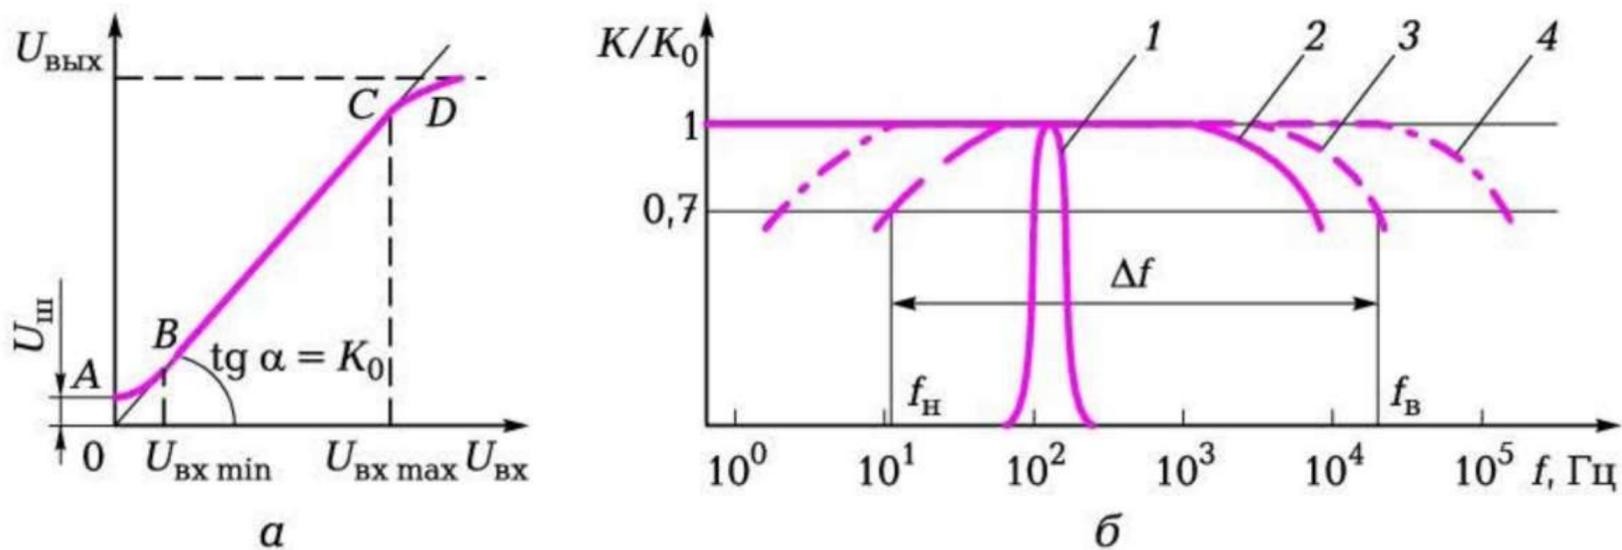

Рис. 6.31. Характеристики усилителя: а — амплитудная; б — частотные для ИУ (кривая 1), УПТ (2), УНЧ (3) и ШУ (4)
- *амплитудной характеристикой* $U_{ВУХ} = f(U_{ВХ})$, которую снимают при средней частоте (рис. 6.31, а). Точка *A* соответствует $U_{ВХ} = 0$, когда на выходе $U_{ВУХ} = U_{ВХ}$ (напряжение шума); точка *B* — $U_{ex min}$; отрезок *BC* соответствует линейному диапазону работы усилителя и определяет коэффициент усиления на средней частоте $K_0 = tg \alpha$; точка *D* — максимальному напряжению на входе, при котором нелинейные искажения не превышают заданного уровня (например, 5%);
- *частотной характеристикой* $K/K_0 = \psi(f)$, которая снимается в линейном диапазоне при неизменном входном сигнале и обычно изображается в логарифмическом масштабе (рис. 6.31, б). Частотная характеристика показывает, что постоянным отношение K/K_0 остается только в определенной области частот. Диапазон между нижней (f_n) и верхней (f_v) частотами определяет полосу пропускания усилителя $\Delta f = f_v - f_n$, которая находится на уровне 0,7 от максимального отношения K/K_0 .